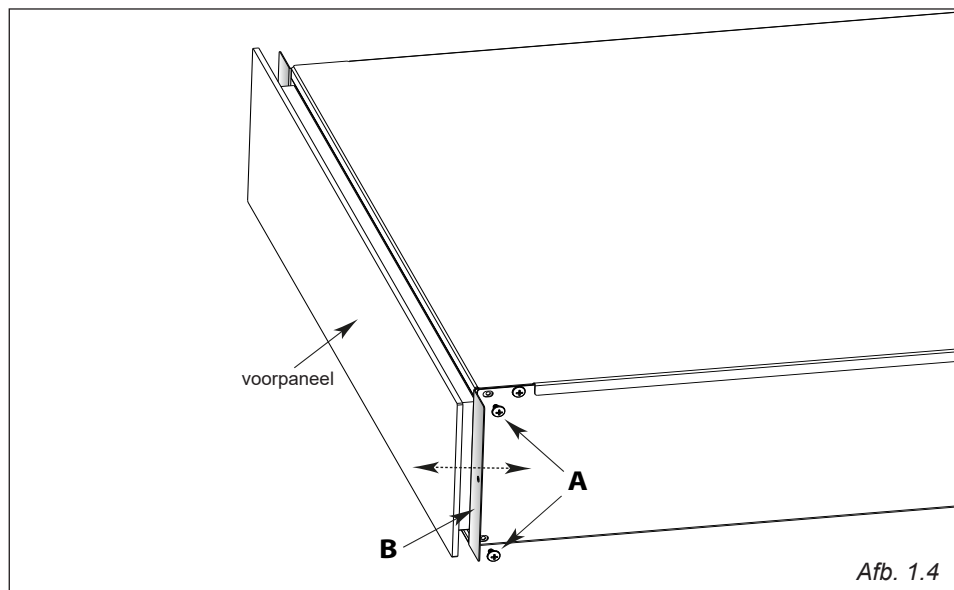

Afb. 1.3
- Open de lade en bevestig deze aan de zijkanalen van het meubel door de twee schroeven (niet meegeleverd) "A" (fig. 1.3) vast te schroeven.